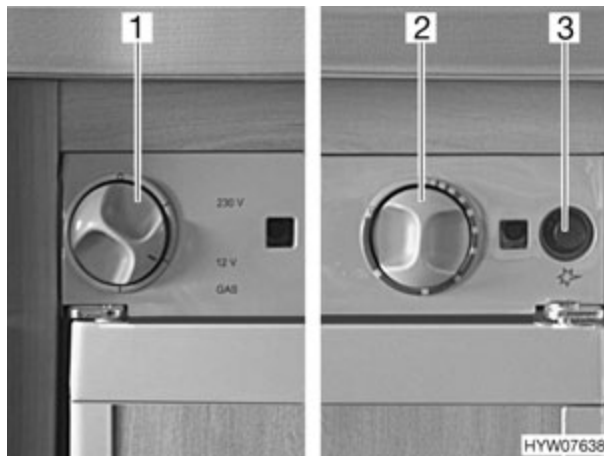

Fig. 120 Elementos de mando para el frigorífico (variante 4)
- Situar el selector de energía (Fig. 120,1) en "GAS".
- Presionar el regulador giratorio (Fig. 120,2) y mantener pulsado. El suministro de gas está abierto.
- Pulsar el interruptor de encendido (Fig. 120,3) tantas veces como sea necesario hasta que se pueden ver las llamas por la mirilla (parte inferior izquierda del frigorífico).
- Mantener aún presionado el regulador giratorio (Fig. 120,2) de 10 a 15 segundos y después soltarlo.
- Situar el selector de energía (Fig. 120,1) en "0". El frigorífico está desconectado.
- Situar el selector de energía (Fig. 120,1) en la posición "230 V". El piloto se ilumina de color verde.
- Ajustar la temperatura de refrigeración con el regulador giratorio (Fig. 120,2).
- Situar el selector de energía (Fig. 120,1) en la posición "12 V". El piloto se ilumina de color verde.